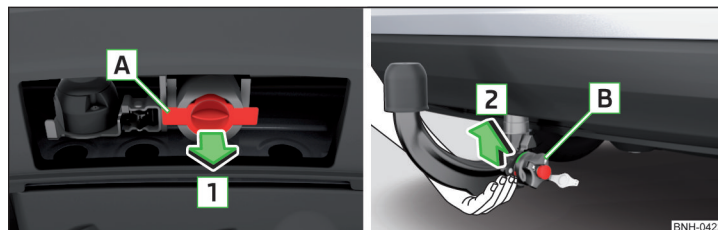

Abb. 107 Abdeckkappe für den Aufnahmeschacht abnehmen / Kugelstange einsetzen
- Die Abdeckkappe für den Aufnahmeschacht [A] in Pfeilrichtung [1] abnehmen » Abb. 107.
- Die Kugelstange **von unten** » Abb. 107 fassen und in den Aufnahmeschacht in Pfeilrichtung [2] bis zum hörbaren Einrasten einsetzen » !.
- Die Abdeckkappe für den Aufnahmeschacht **A** entgegen der Pfeilrichtung **1** einsetzen » Abb. 107 auf Seite 121.